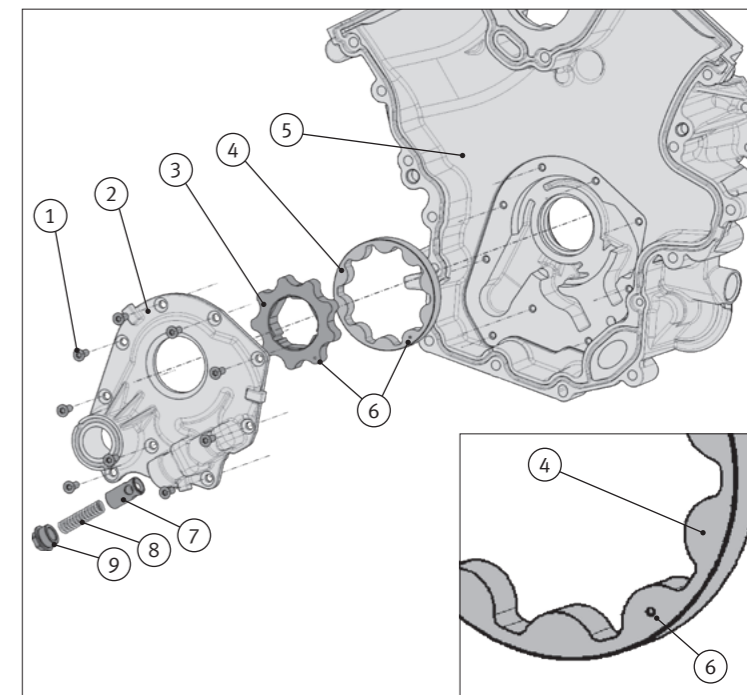

Abb. 1/ Fig. 1/ Puc. 1/ 图1
- 将内转子 (3) 和外转子 (4) 装到前盖 (5) 中, 保证可以看见转子上切口 (6) 形状的标记 (图 1)。